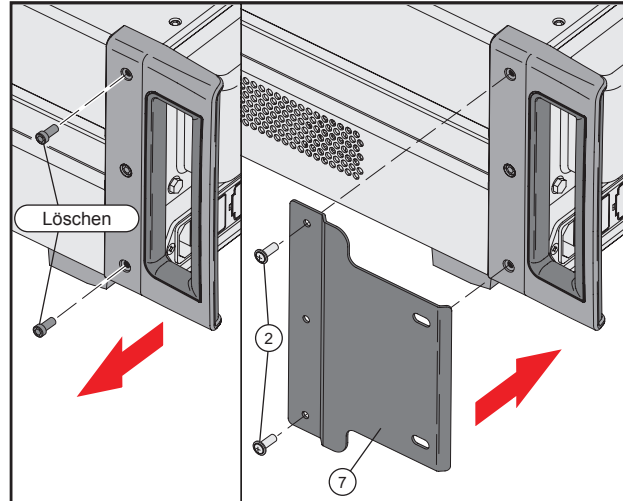

Abbildung 4. Installieren der hinteren Klammern
1. Verwenden Sie den Inbusschlüssel, der diesem Kit beiliegt, und entfernen Sie die oberen und unteren Befestigungsschrauben auf den Griffen vorne links und rechts, wie in Abbildung 4 dargestellt.
2. Installieren Sie die hinteren Befestigungsklammern an den Griffen hinten links und rechts mit zwei #8-32 x 1/2 Zoll Phillips-Flachkopfschrauben, wie in Abbildung 4 dargestellt.